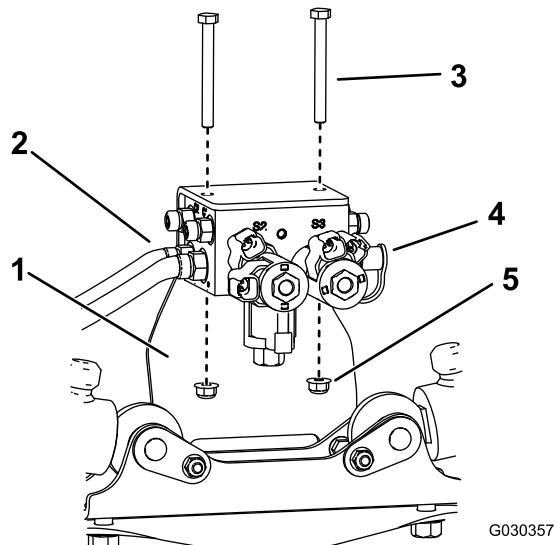

Figura 2
3. Afloje los 2 conectores hidráulicos del lado derecho y el orificio del sensor del lado izquierdo del colector hidráulico (Figura 2).
4. Retire el colector hidráulico del soporte de montaje (Figura 2).
5. Retire y guarde los 2 conectores hidráulicos y el orificio del sensor del colector hidráulico (Figura 2).